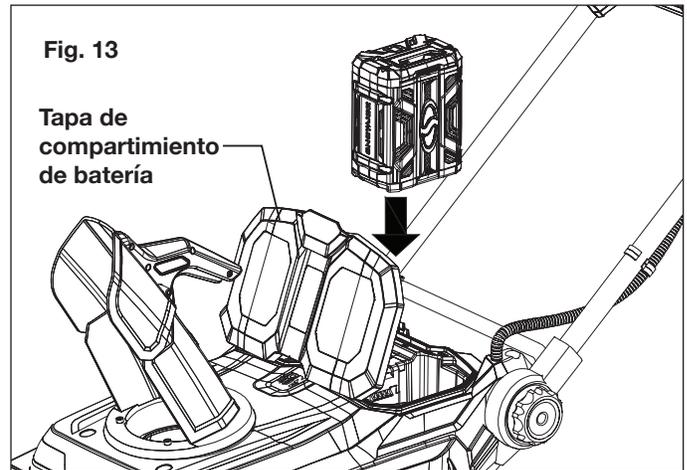

Fig. 13
1. Abra la tapa del compartimento de batería y empuje la(s) batería(s) hacia abajo hasta que haga(n) “clic” y se trabe(n) en su posición (Fig. 13). Se puede usar cualquiera de los dos compartimentos de la batería. Cierre la cubierta.